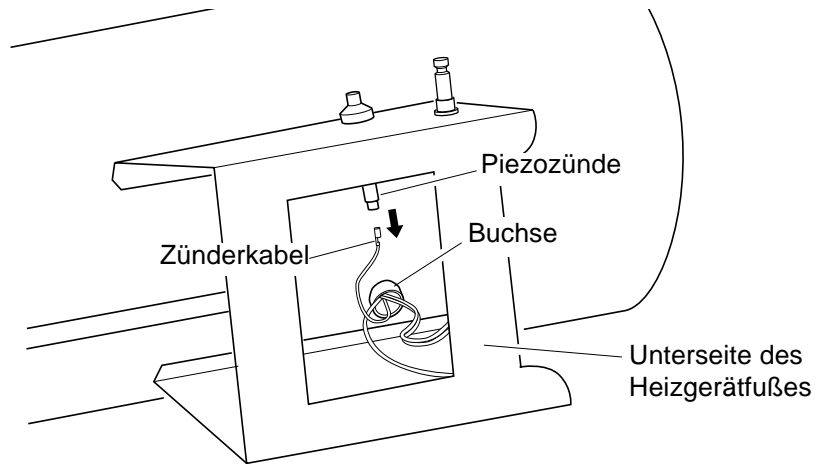

Abb. 13 - Abnehmen des Zünderkabels vom Piezozünder
A) Zünderkabel prüfen. Zünderkabel festziehen oder neu befestigen. Siehe Abb. 13, Seite 12 für die Kabelanschlüsse.
2. Schwarzes Zünderkabel vom Piezozünder abklemmen. Das Zünderkabel ist von der Unterseite des Heizgerätfußes zugänglich (siehe Abb. 13). Das Kabel von unten durch die Buchse im Heizgerätgehäuse schieben.